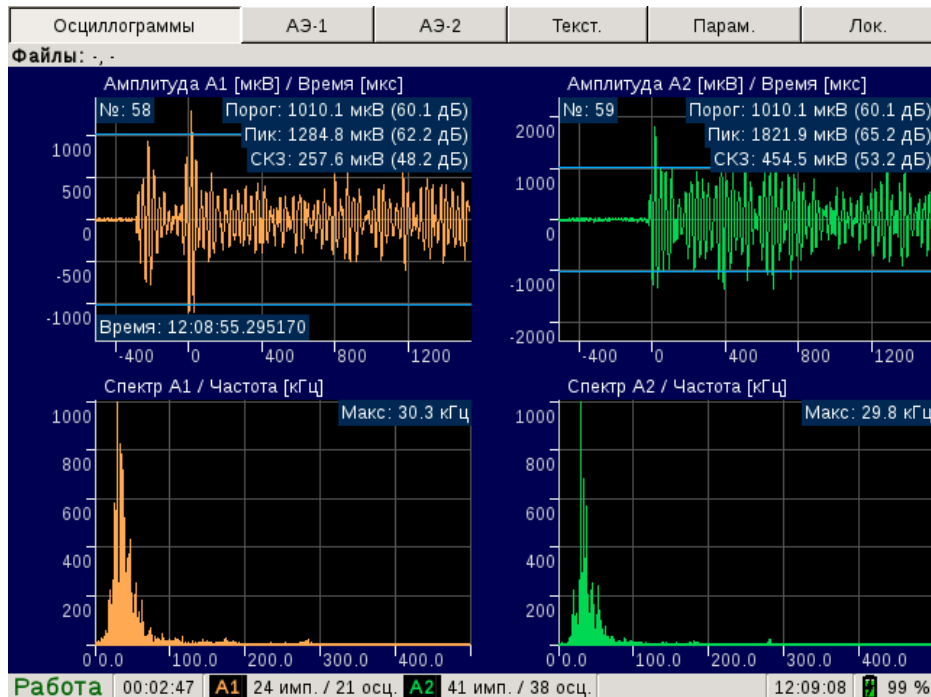

Рис. 4.2. Страница **Осциллограммы**
- ◇ страница **Осциллограммы** (рис. 4.2) содержит окна осциллограмм и спектров сигналов по каналам A1 и A2;